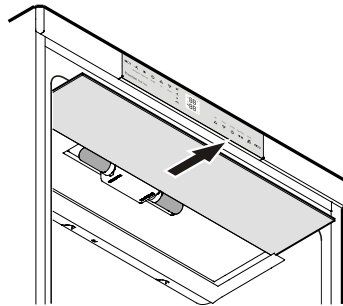

Figura 12
2. Retire la placa de vidrio - **Figura 12**.